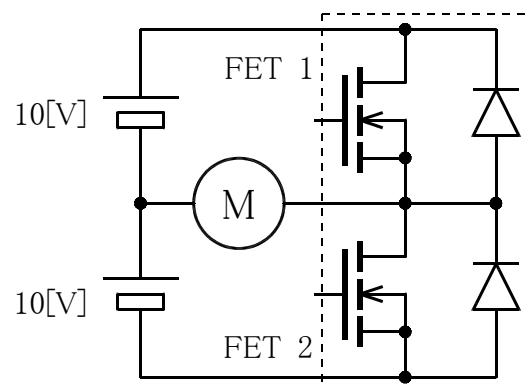
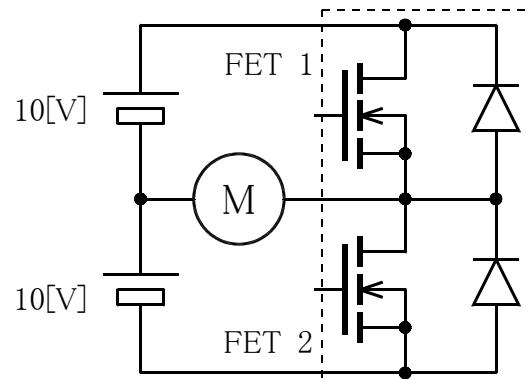

図2 FET 1 をオンにした場合
図3 直後にオフにした場合
- (1) FET1をPWMでスイッチング動作させるとする。FET1をONにしたときのモータを駆動するための電流の経路を図2に環状の矢印で書き込め。またFET1をOFFにした直後はモータのコイル的性質のために電流が流れ続けようとする。OFFにした直後の電流の経路を、図3に環状の矢印で示せ。
- (2) FET1をある程度ONにしたところ、モータには5.0[A]の電流が流れていた。このときの、破線内の消費電力と、モータ駆動回路としてみたときの効率を求めよ。
- (3) 直後にOFFにすると、モータには5.0[A]流れ続ける。このときの破線内の消費電力を求めよ。
- (4) この方式は、PWM駆動すると電源に対して悪影響がある。どんな点が問題か。